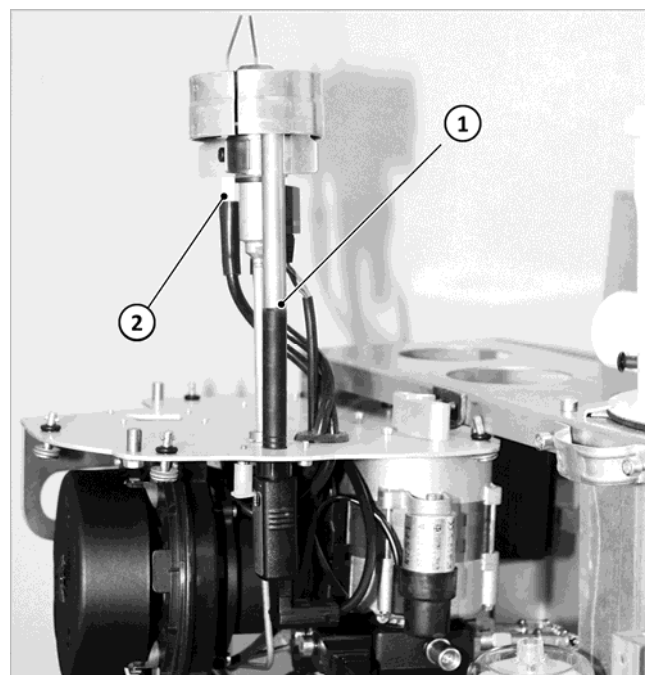

Fig. 32 : fixation du brûleur sur la console
1. Retirez le manchon, voir ➔ fig. 32 (1)).